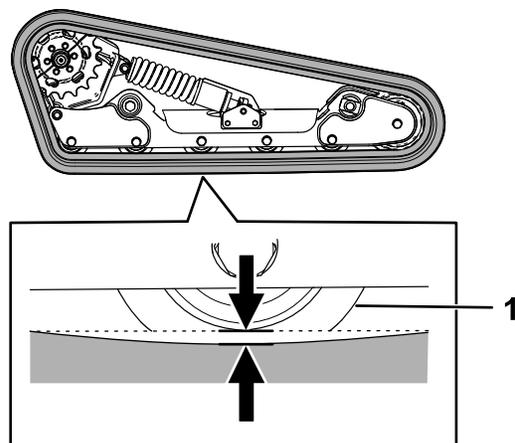

図 56
図 56のように、機体の左右どちらかの側を浮かせた状態で支持し、クローラの自重を利用してロードホイール
5. 図 56 のように、ドライブラチェット $\frac{1}{2}$ " で、テンションねじを回して、クローラのたるみを 13 mm に調整する。
9. 図 56 のように、クローラのたるみが 13 mm となっていることを確認する。必要に応じて調整する。
20. 図 56 のように、ドライブラチェット 1/2" で、テンションねじを左に回して、クローラのたるみを 12.7 mm に調整する。
25. 図 56 のように、クローラのたるみが 12.7 mm となっていることを確認する。